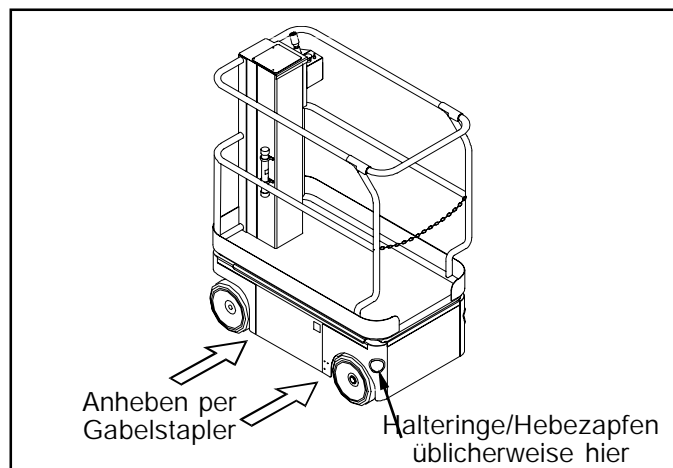

Bild 5: Transport der Teleskop-Hubbühne
Heben Sie die Maschine von der Seite des Fahrwerks, indem Sie die Gabel unter das Fahrwerk schieben (Bild 5).
Sichern Sie die Haltebänder nur an den Fahrwerk-Hebezapfen/Halteringen (Bild 5).
2. Befestigen Sie die Teleskop-Hubbühne mit Ketten oder Haltebändern mit angemessener Zugleistung an dem Transportfahrzeug, indem Sie sie durch die Fahrwerk-Hebezapfen/Halteringe am Fahrzeug ziehen (Bild 5).